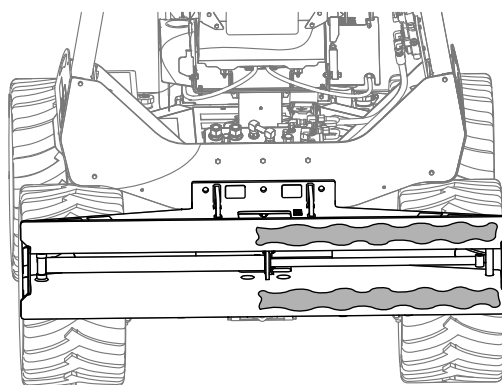

Рисунок 2
5. Распределите некоторое количество консистентной смазки по правой стороне рамы навесного оборудования, как показано на Рисунок 2.
14. Вставьте 4 болта (3/4 x 3-1/2 дюйма) и 4 шайбы через навесной траншекопатель в монтажный узел скользящего механизма смещения, закрепите при помощи 4 шайб и 4 контргаек (вид В на Рисунок 2).